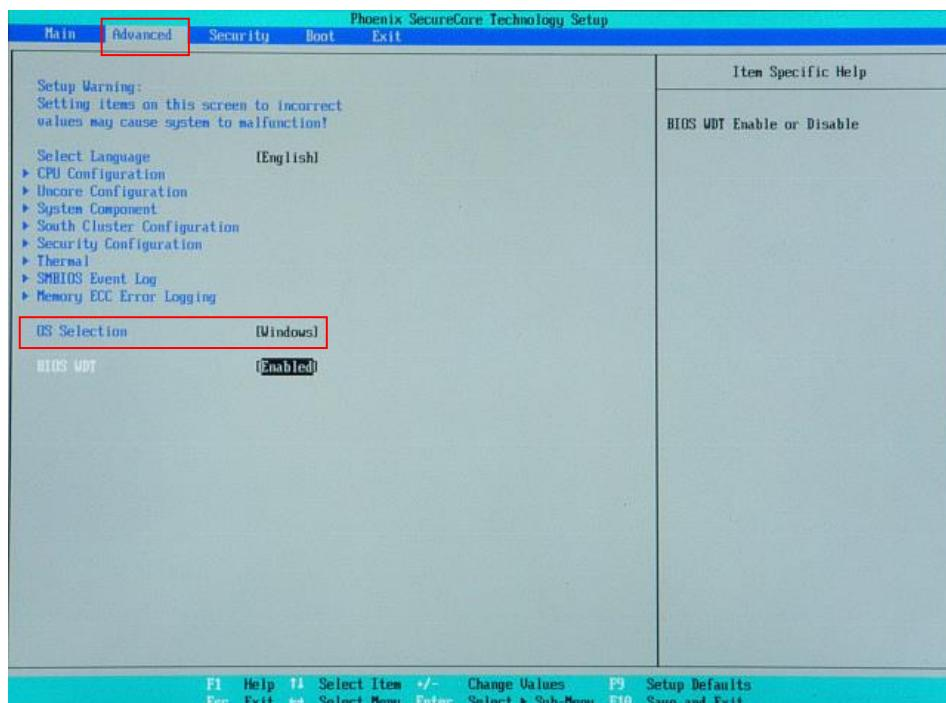

図5-1-4-1. BIOS設定 Advancedメニュー
- ④ [Boot] メニューを選択します。(図 5-1-4-2)
- ⑤ [ATA HDD] (m-SATA メインストレージ) を[USB HDD] (リカバリ USB) よりも上に設定します。